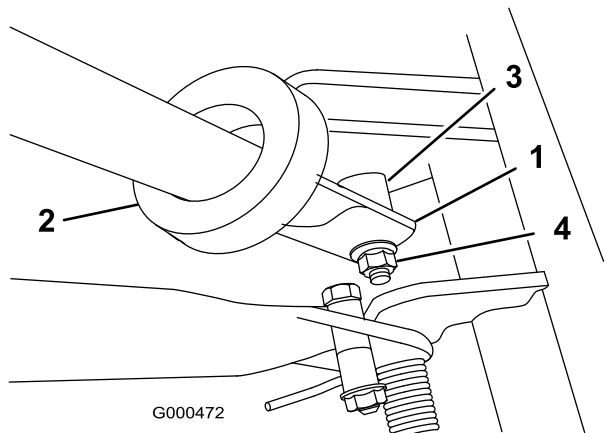

Figura 5
2. Inserite le estremità della stegola nelle fessure dei bracci di supporto della stegola (Figura 5).
3. Premete verso l'interno le estremità della stegola e montatele sul gradino del perno girevole (Figura 5).
4. Fissate la stegola al bullone ed al perno girevole con il dado di bloccaggio flangiato (Figura 5).